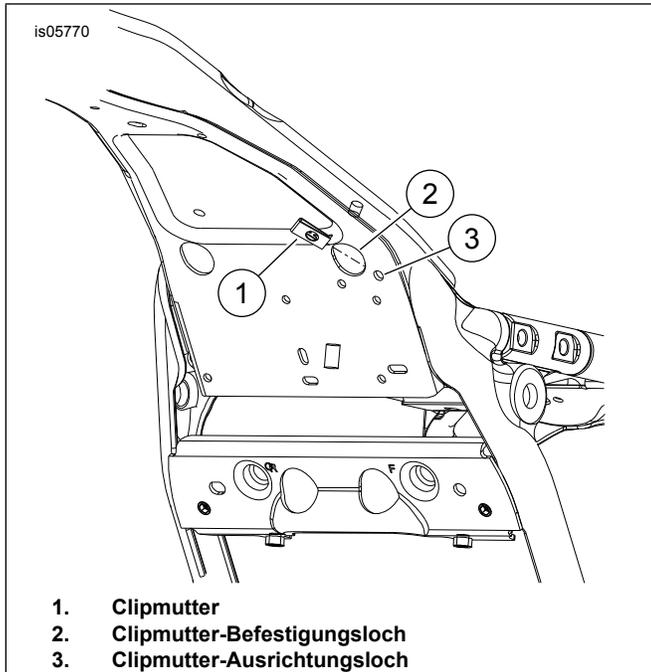

Abbildung 2. Clipmutter anbringen
1. Abbildung 2 Die Clipmutter (1) im Befestigungsloch (2) anbringen. Das Clipmutterloch am Ausrichtungsloch (3) ausrichten. Gemäß den im Mittelrahmen-Windabweiser-Satz enthaltenen Anweisungen die vier speziellen Einpressmuttern anbringen.